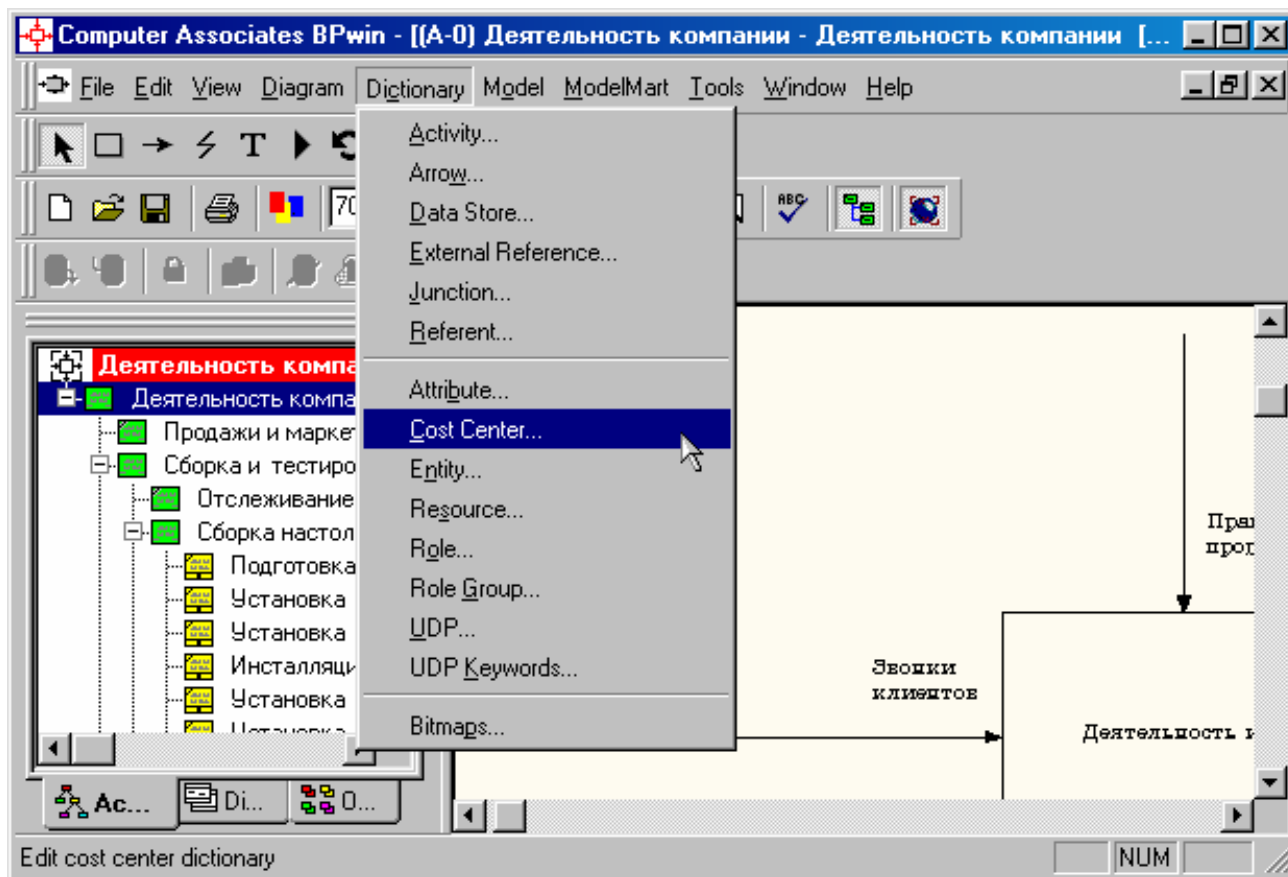
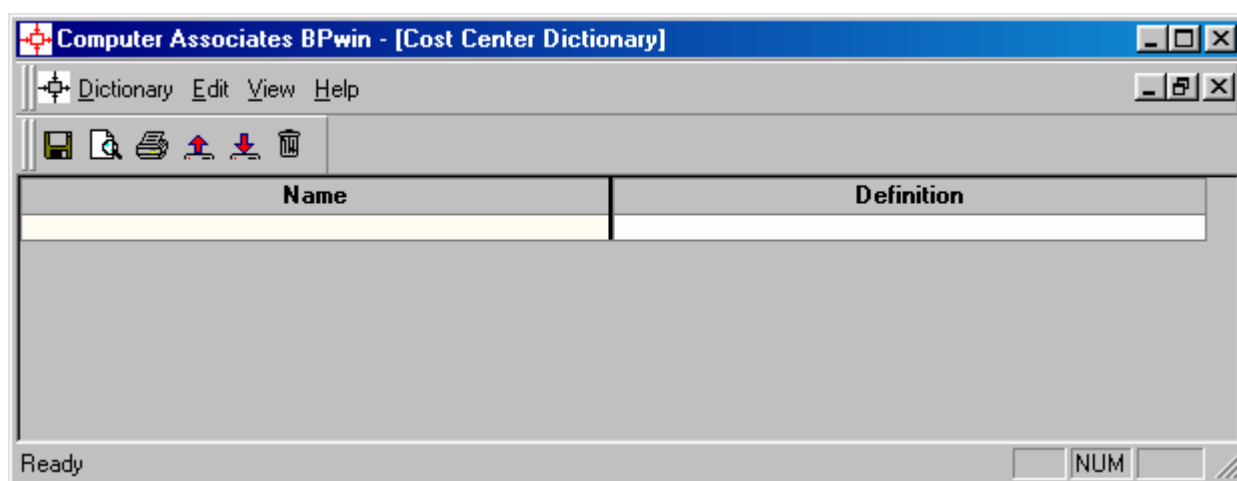

Рисунок 10.2 – Выбор меню *Dictionary/Cost Center*
Рисунок 10.3 – Незаполненное окно *Cost Center Dictionary*
2. Перейдите в меню *Dictionary/Cost Center* (Словарь/Центр Затрат) (рисунок 10.2) и в окне *Cost Center Dictionary* (Словарь Центра Затрат) (рисунок 10.3) внесите название и определение центров затрат (таблица 10.1).